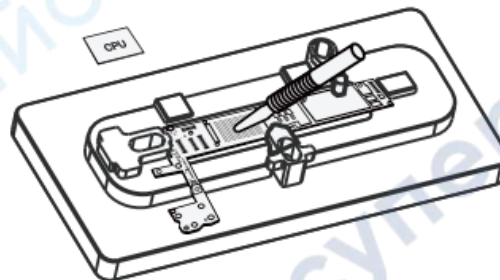

Рисунок 12
6. Отложите снятый процессор и перейдите к следующему шагу (рисунок 12).